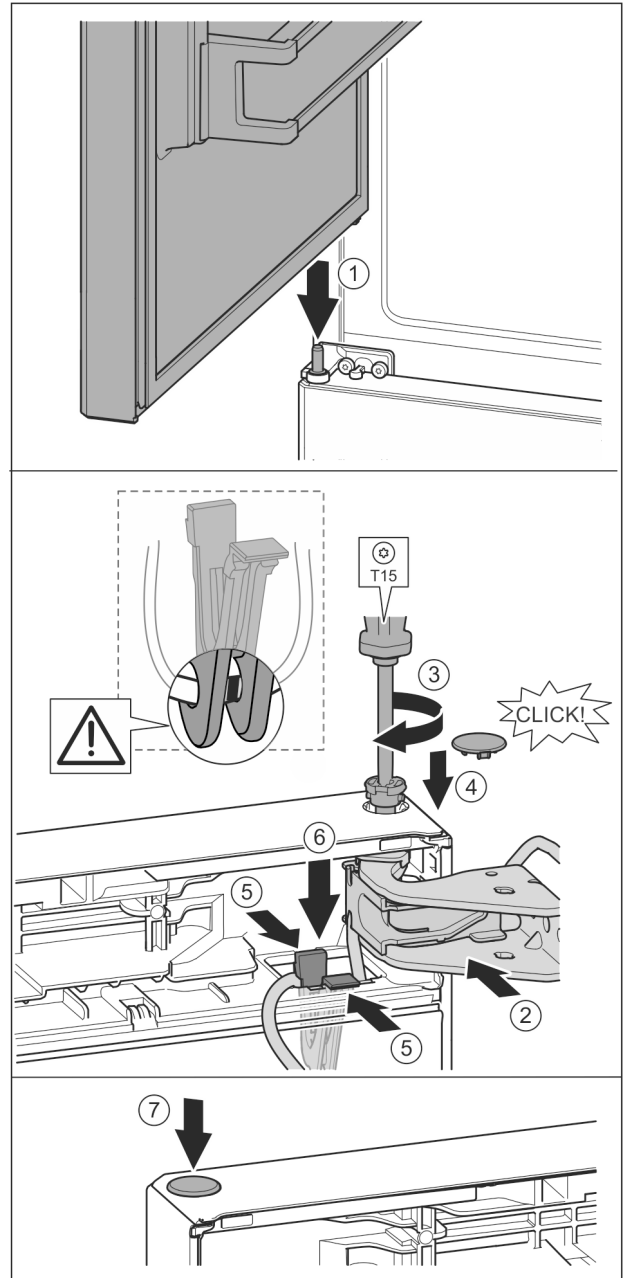

Fig. 41
- Obere Tür auf mittleren Lagerbolzen setzen Fig. 41 (1)
- Tür oben zur Öffnung im Lagerbock ausrichten. Fig. 41 (2)
- Bolzen einsetzen und mit Schraubendreher T15 festschrauben. Fig. 41 (3)
- Sicherungsabdeckung zur Sicherung der Tür montieren: Sicherungsabdeckung einsetzen und kontrollieren ob sie auf der Tür aufliegt. Ansonsten Bolzen vollständig einsetzen. Fig. 41 (4)
- ▶ Halter mit daran befestigtem Kabel in Öffnung einsetzen. *Fig. 41 (5)*
- ▶ Halter nach unten drücken bis die Lasche einrastet. *Fig. 41 (6)*
- ▶ Stopfen einsetzen. *Fig. 41 (7)*